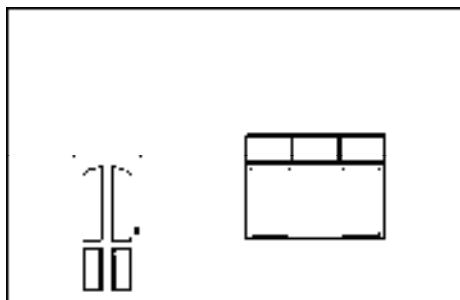

图 11-34 打开素材
1) 按〈Ctrl+O〉组合键, 打开配套光盘提供的“第 11 章/11.3.2 门窗参数.dwg”素材文件, 结果如图 11-34 所示。